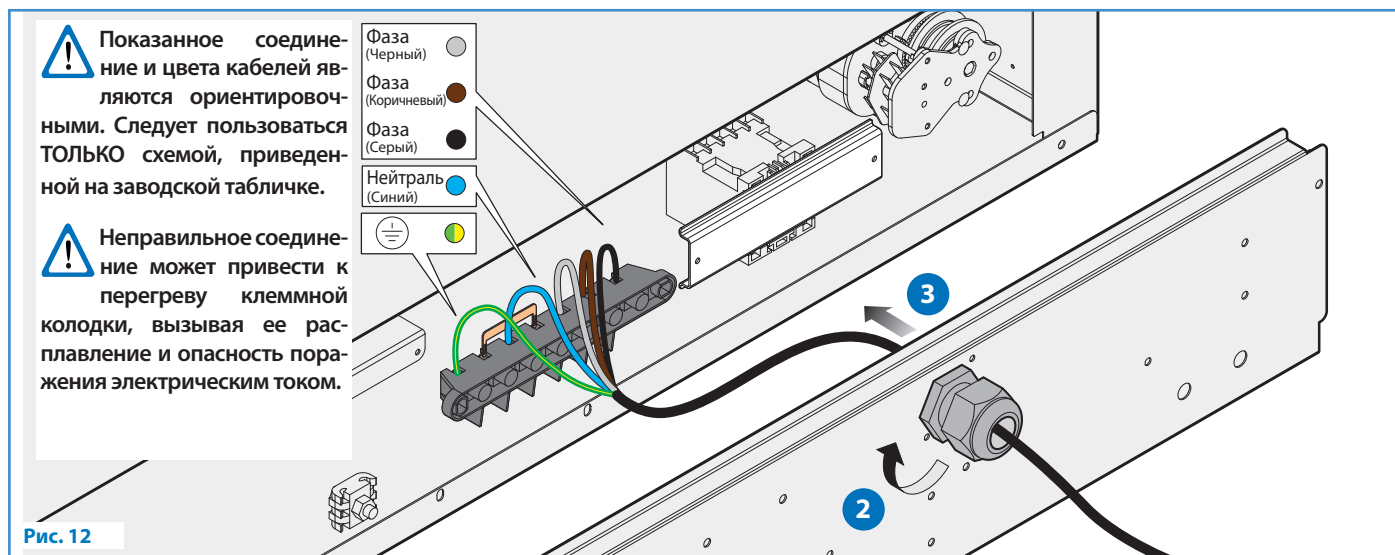

Рис. 12
- 2 Ослабьте кабельный сальник и пропустите через него токоподводящий кабель **3** (Рис. 12). На заводской табличке всегда указывается тип кабеля для использования и его сечение (напр., Cable: 3x2,5 мм² H07RN-F) (Рис. 13А).